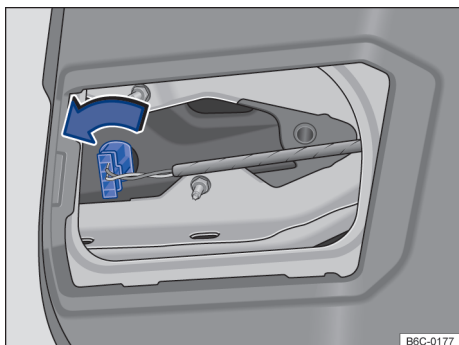

Fig. 134 Na tampa traseira: desinstalar o suporte da lâmpada.
- 4 Girar o suporte da lâmpada → Fig. 134 até o batente no sentido anti-horário e desencaixar do alojamento.